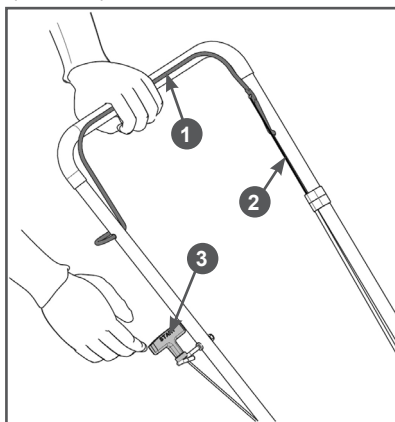

Рис. 10 Запуск двигателя
Перед запуском двигателя, несколько раз задействуйте рычаг 1 остановки двигателя (Рис. 10). Убедитесь, что трос 2 оста-
новки двигателя движется свободно, и что рычаг 1 остановки двигателя работает должным образом (Рис. 10).
3. Нажмите и удерживайте рычаг 1 остановки двигателя левой рукой (Рис. 10).
4. Правой рукой возьмитесь за ручку 3 стартера и медленно проверните коленчатый вал двигателя ручным стартером до тех пор, пока не почувствуете сопротивление, затем медленно опустите ручку стартера вниз (Рис. 10). Снова медленно потяните за ручку стартера, пока не почувствуете, что стартер вошел в зацепление с маховиком, после чего, резко и с усилием потяните за ручку стартера и запустите двигатель. При необходимости повторите. После запуска двигателя медленно и плавно верните ручку стартера на место.
При возникновении аварийной ситуации, для экстренной остановки двигателя опустите рычаг 1 остановки двигателя (Рис. 10).
3. Отпустите рычаг 1 остановки двигателя (Рис. 10).